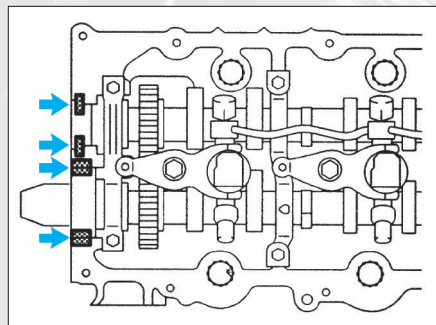

FIG. 22
- enlever la pâte d'étanchéité restante sur la culasse et appliquer de la pâte d'étanchéité sur les points indiqués (fig. 22).